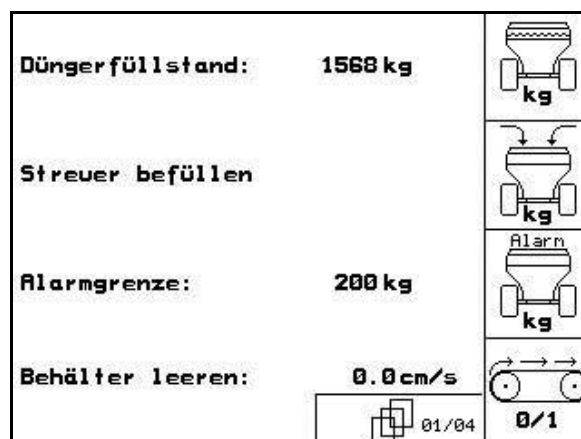

Рис. 18
Страница 1 01/04 (Рис. 18):
- ZG-B Drive:** (Рис. 18)